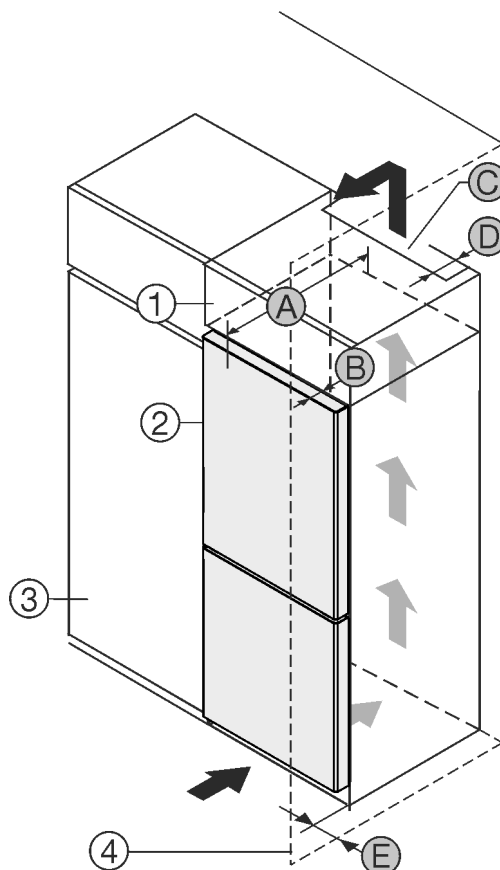

Fig. 1
Uređaj možete postaviti neposredno pored kuhinjskog ormara Fig. 1 (3).
Na stražnjoj strani visećeg ormara treba postojati otvor za odzračivanje dubine Fig. 1 (D) po cijeloj širini visećeg ormara. Ispod stropa prostorije treba poštovati ventilacijski presjek Fig. 1 (C).
Kada se uređaj postavlja s okovima pored zida Fig. 1 (4), razmak između uređaja i zida mora iznositi najmanje 13 mm.
Kada se uređaj postavlja s okovima pored zida Fig. 1 (4), razmak između uređaja i zida mora iznositi najmanje 20 mm.
Kako biste vrata mogli potpuno otvoriti, uređaj mora biti za dubinu vrata Fig. 1 (B) ispred u odnosu na prednjicu kuhinjskog ormara. Ovisno o dubini kuhinjskih elemenata Fig. 1 (3) i uporabi zidnih odstojnika, uređaj može i dalje stršati.